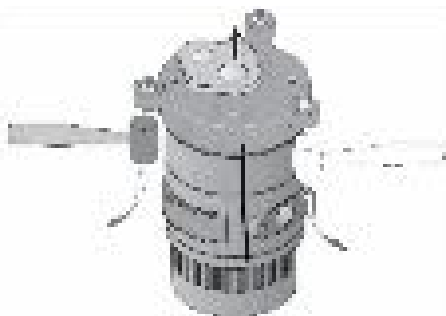

Figura 29
6. Voltee la bomba boca abajo sobre el banco y bloquéela. Retire los cuatro tornillos con cabeza de la base. Con un mazo, golpee hacia arriba en la base para aflojarla. Levante la base de la voluta intermedia (ver Figura 29).